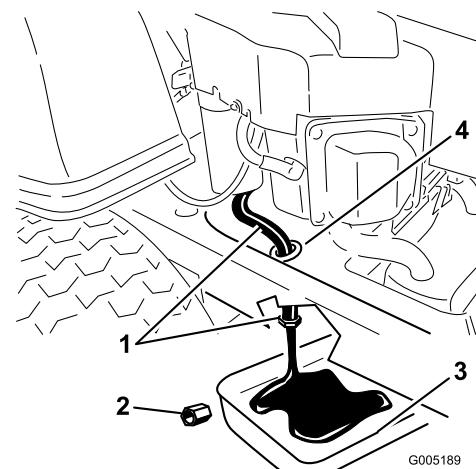

Figura 27
5. Localice el manguito de vaciado del aceite, en el lado izquierdo del motor. El tapón de vaciado está conectado a un manguito de vaciado que pasa por un orificio de vaciado en el bastidor de la máquina (Figura 27). Limpie la zona alrededor del tapón de vaciado de aceite y el manguito de vaciado del aceite.
6. Coloque un recipiente debajo de la máquina, directamente debajo del manguito de vaciado del aceite, según se muestra en Figura 27.
7. Usando dos llaves inglesas (una para sujetar el manguito de vaciado del aceite y la otra para aflojar el tapón), retire el tapón de vaciado de aceite (Figura 27).
13. Cuando se haya drenado completamente el aceite, coloque el tapón de vaciado. Apriete el tapón a 14 Nm. Limpie cualquier exceso de aceite (Figura 27).